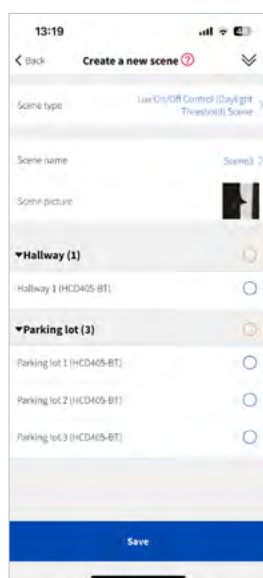

Figure 6.5 Create lux on/off scene
1. Créez une scène Lux ON/Off (seuil de lumière du jour) (figure 6.5)